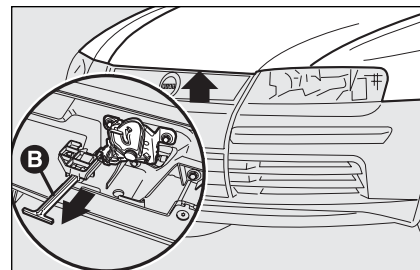

fig. 119
- ☐ tirer le levier **B-fig. 119** et soulever le capot.